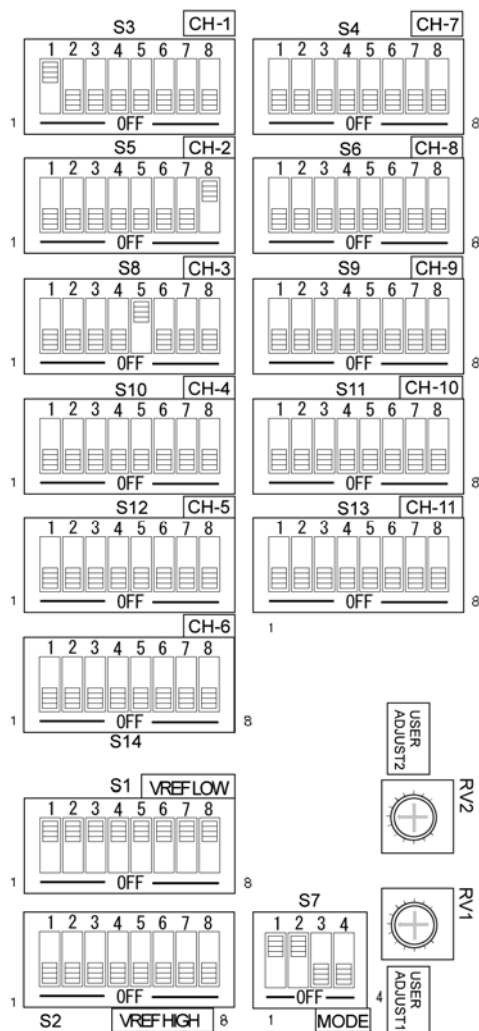

図 6-2 ディップスイッチの設定例
5. ディップスイッチの設定位置は、「図 6-2 ディップスイッチの設定例」を参照してください。